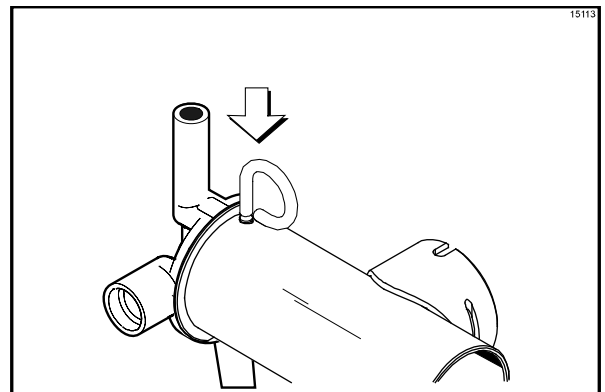

Figure 151
9. Fixer les pièces de la pompe en place en glissant la goupille de retenue dans les orifices opposés situés sur une des extrémités du cylindre de la pompe (Cf. Figure 151).